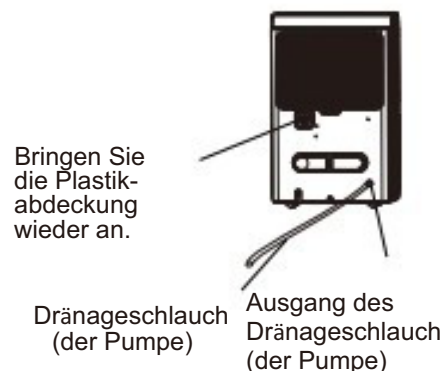

Abb.11
- Entfernen Sie den Dauerdränageschlauch der Einheit und bringen Sie die Plastikabdeckung an dem Ausgang des Schlauch an, indem Sie nach rechts drehen (Abb. 11).
- Bringen Sie den Dränageschlauch an dem Pumpenausgang bei mind. 15 mm Tiefe an (Abb. 11), danach ziehen Sie sie bis zum Bodenabfluss (oder einem anderen angemessenen).